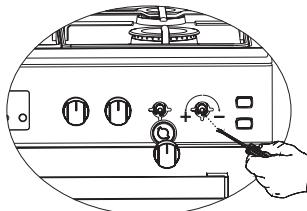

Figura 6
- Pentru ultimul control, aduceți arzătorul atât în poziția de flacăra mare cât și în poziția redusă și verificați dacă flacăra este aprinsă sau opriță. În funcție de tipul de robinet de gaz utilizat în aparatul dvs., poziția șurubului de reglare poate varia. Pentru a regla cupitorul la tipul de gaz, efectuați cu atenție reglarea pentru flacăra redusă rotind cu o șurubelnită mică, așa cum se arată mai jos pe șurubul din mijlocul robinetelor de gaz, precum și schimbarea duzei. (Figura 6 și 7)